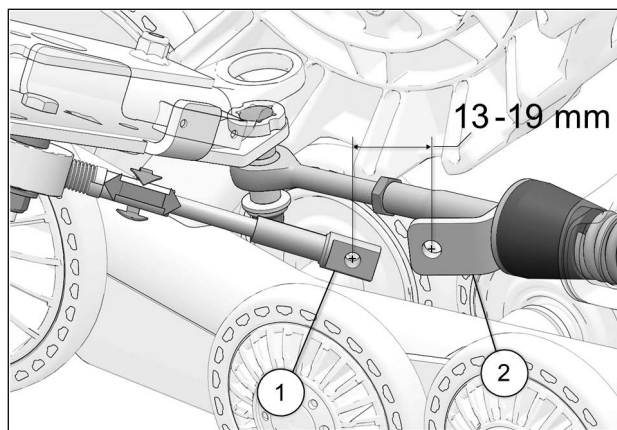

Fig. 30
16. Tourner le volant du véhicule au maximum de la course du côté gauche. En maintenant une pression au volant, ajuster le câble (en vissant ou dévissant pour ajuster la longueur). Voir la Fig. 30
17. Obtenir une distance de 13-19 mm du centre de l'extrémité du câble (1) au centre de l'extrémité du support de fixation (2). Voir la Fig. 30